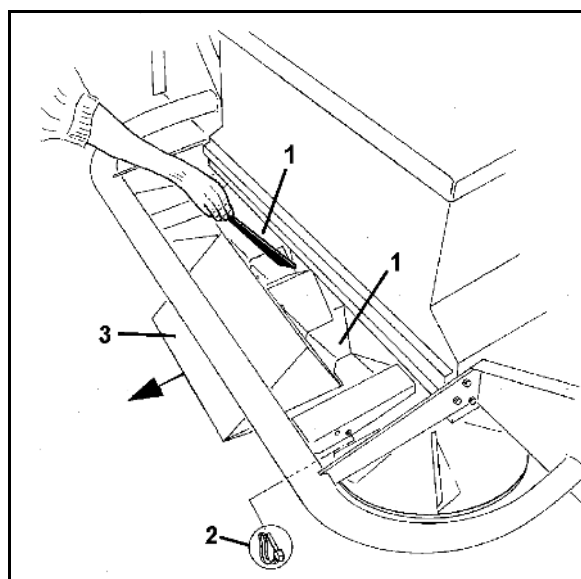

Рис. 99
Распределяемый материал может застрять в спускном лотке бункера и зажать выпускные отверстия (Рис. 99/1) Оптимальная картина распределения достигается только тогда, когда оба выпускных отверстия чистые. Поэтому оба выпускных отверстия необходимо всегда проверять перед эксплуатацией высокопроизводительного распределителя удобрений, и, при необходимости, чистить следующим образом:
1. Снимите наклонную воронку (Рис. 99/3) Выходные отверстия наклонной воронки (Рис. 99/1) проверьте и при необходимости почистите.
2. Установите наклонную воронку и зафиксируйте пружинным фиксатором (Рис. 99/2).